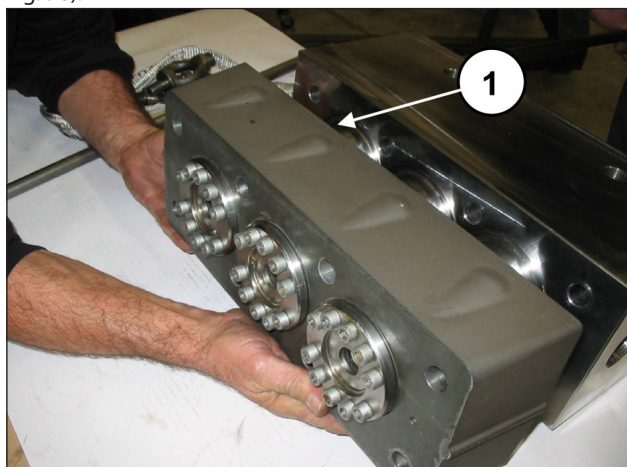

Fig. 98
Sfilare il distanziale per camicie dai gruppi camicie (pos. ①, Fig. 98).